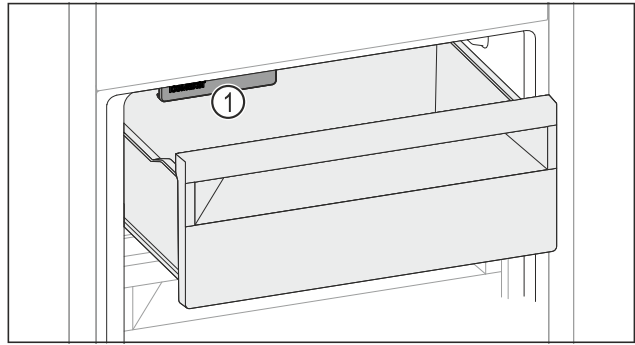

Fig. 223
- ▶ Учитывайте IceMaker Fig. 223 (1).